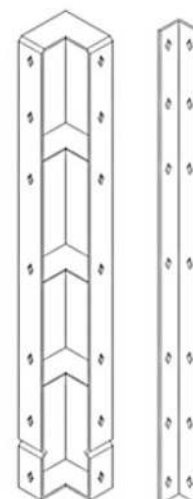

Rys. 15. Widok szalunku zabezpieczonego podporami
- Odstępy pomiędzy podporami nie powinny przekraczać 3,0 m (rys.15)